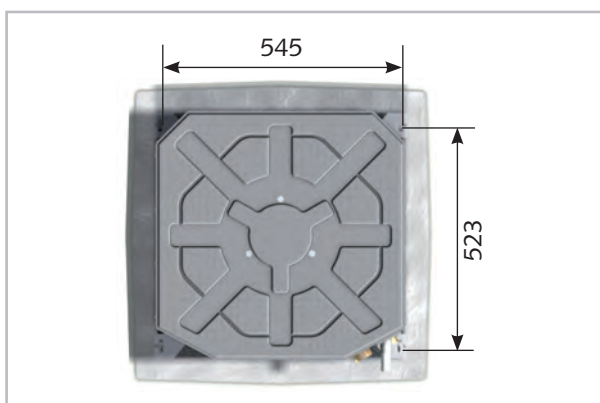

Abb. 10: Gerät einhängen (MVD 222-452)
1. ➔ Markieren Sie gemäß den Abmessungen der eingesetzten Deckenkassette die Befestigungspunkte der Gewindestangen an statisch zulässigen Bauwerkteilen und oberhalb der Zwischendecke (Abb. 10).